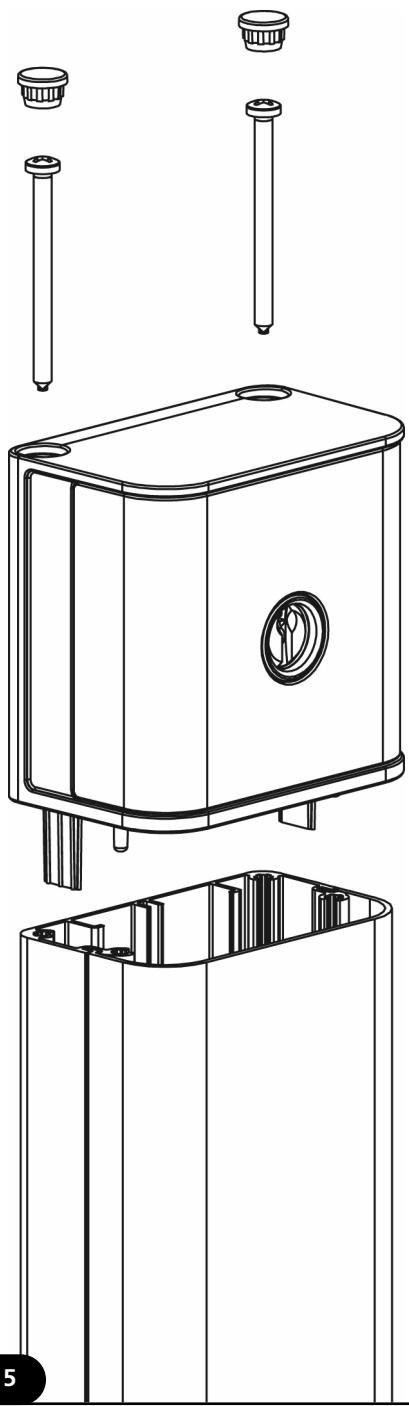

Fig. 5
- Posizionare il dispositivo sopra la colonna, fissarlo utilizzando le viti in dotazione e inserire i due tappini (Fig. 5).